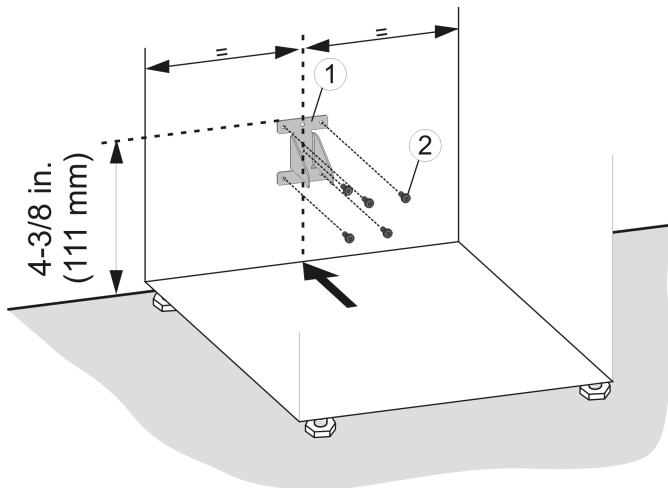

Fig. 12
- ▶ Installer la sécurité anti-basculement Fig. 12 (1) en utilisant des vis Fig. 12 (2) appropriées.